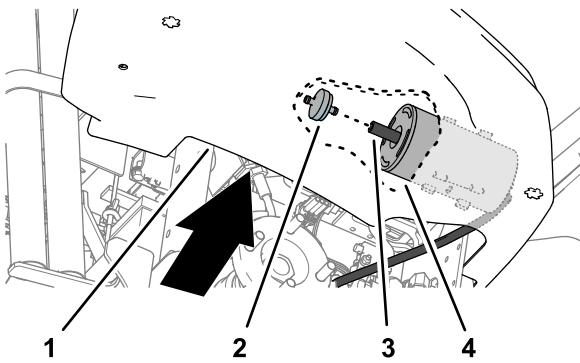

Figure 32
- En passant derrière le bord intérieur inférieur de la console, tirez le filtre à charbon actif en arrière et sortez-le du flexible situé à l'extrémité de la cartouche de charbon actif (Figure 32).
- Insérez le filtre à charbon actif neuf dans le flexible au bout de la cartouche (Figure 32).